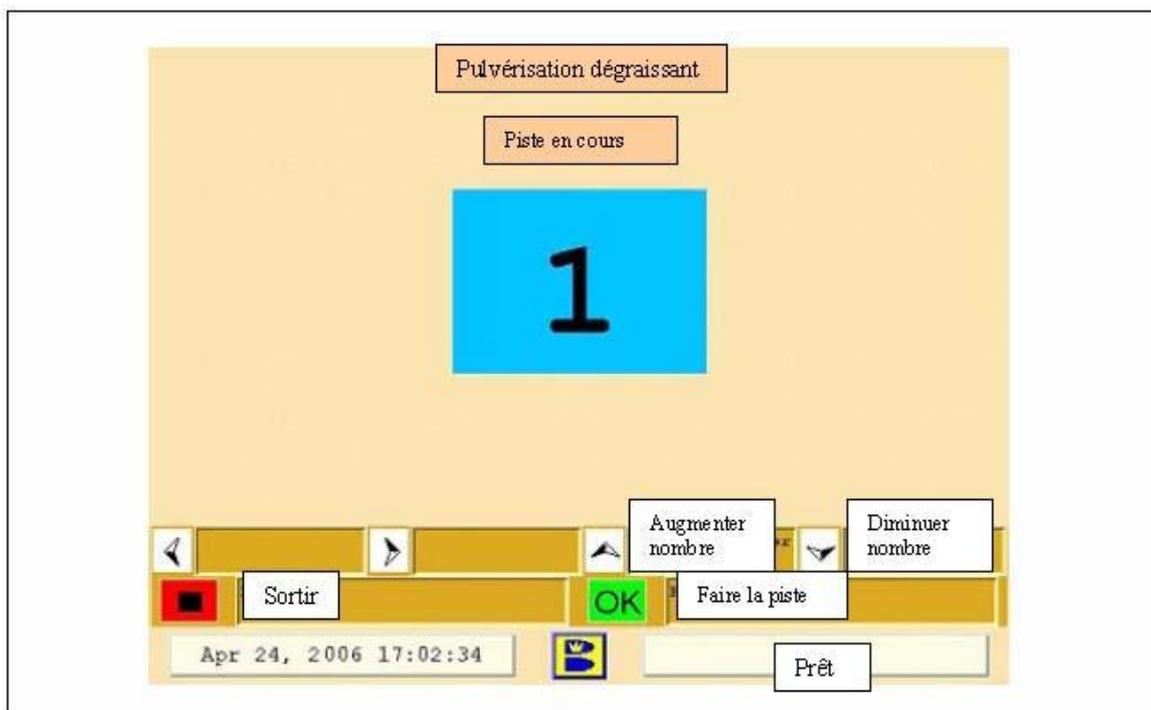

Figure 4-30. Test du vaporisateur de dégraissant
- 4 Sélectionnez **Pulvérisation dégraissant**, appuyez sur “**OK**” et l’écran suivant va apparaître (**Pulvérisation dégraissant** apparaîtra en haut de l’écran). Référez-vous à la Figure 4-30.